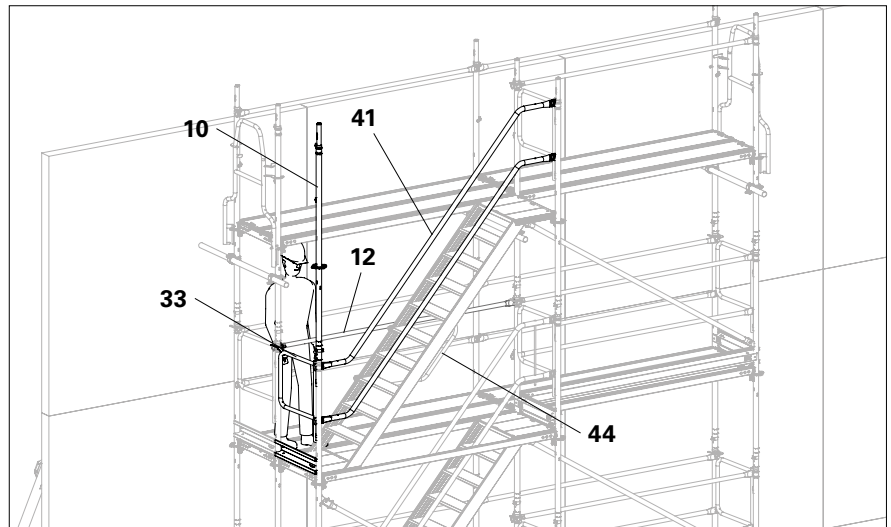

Abb. D1.04
6. Treppengeländer EAG (**41**), Stirngeländer EPF (**33**) und Treppengeländer UAH-2 (**44**) von gesicherter Position ausbauen. Abb. D1.04